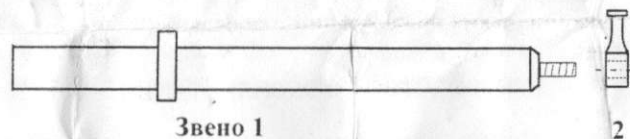

Рисунок 1
2.1 ШЭУ состоит (см. рисунок 1) из звена 1 (штанги электроизолирующей до 1 кВ) и насадки для довключения ножей выключателя (2).